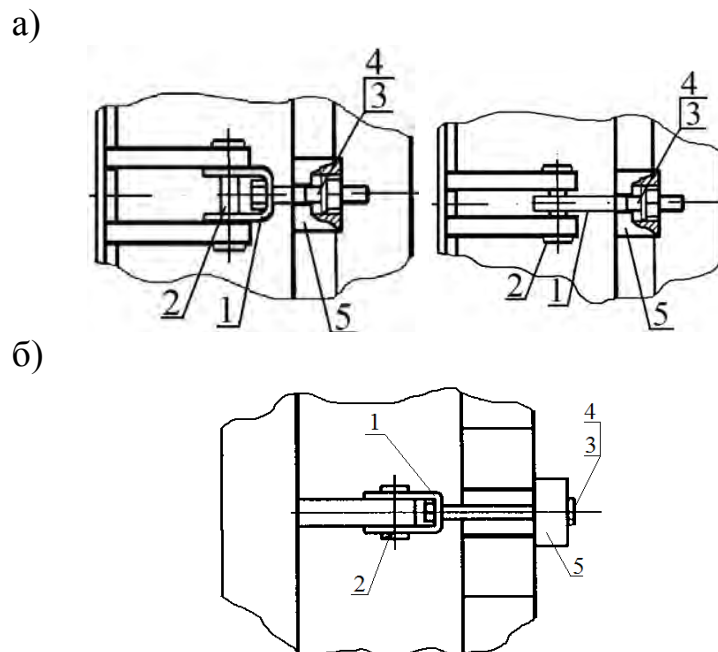
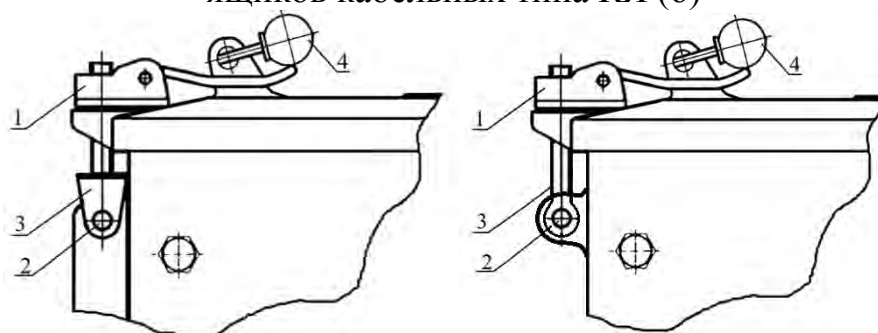
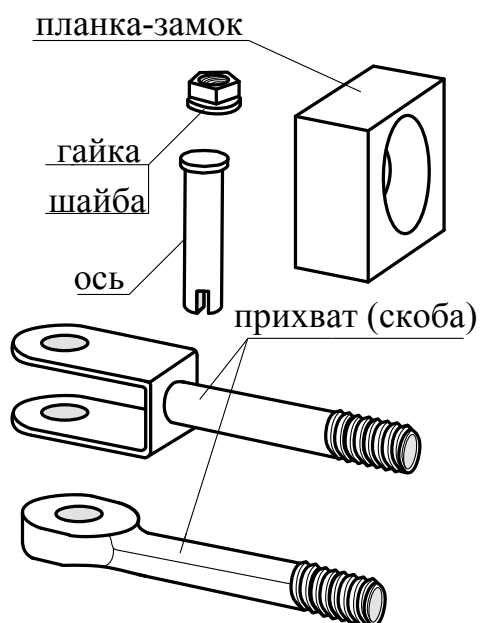

Рис.1. Запорное устройство для головок светофоров и указателей (а), а также ящиков кабельных типа КЯ (б)
Рис.2. Запорное устройство ящиков путевых трансформаторных типов ПЯ-1, ТЯ-1 и ТЯ-2
Рис.3. Внешний вид элементов запорного устройства
4.2. При необходимости замены планки-замка (поз.5 рис.1) или гайки (поз.3 рис.1), замка (поз.4 рис.2) или гайки с накладкой (поз.1 рис.2) определить возможность их замены без демонтажа оси крепления (поз.2) и прихвата (скобы). При необходимости демонтажа подготовить новую ось и прихват (скобу) по табл.1 или схожей по конструкции (рис.3) в соответствии с размерами заменяемой детали.
Элементы запорного устройства для типов головок светофоров и указателей по табл.2 (рис.1(а))
Элементы запорного устройства ящиков кабельных типа КЯ (рис.1(б))
Элементы запорных устройств ящиков путевых трансформаторных типов ПЯ-1, ТЯ-1 и ТЯ-2 (рис.2)